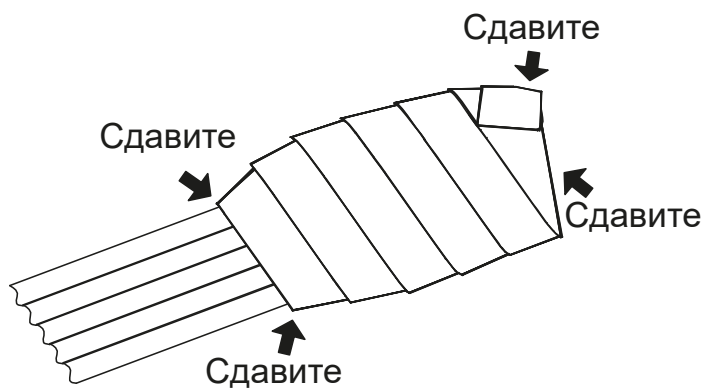

Рис. 2.15. Герметизация неподключенных кабелей (шаг 2)
6. Сдавите ленту на обоих концах, как показано на Рис. 2.15, чтобы предотвратить попадание внутрь влаги,